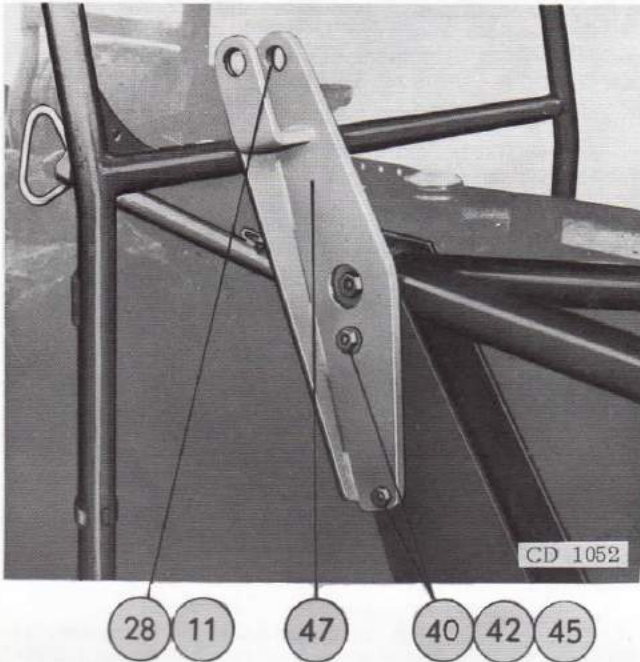

Fig. 33 - Support de fixation de la barre du dispositif parallèle
Boulonner le support de fixation (47) de la barre du dispositif parallèle sur la partie extérieure droite du bâti du chargeur à l'aide des vis (40), rondelles (45) et écrous (42). Noter que le support comporte un évidement prévu pour la bague de portée sur le bâti. Le dispositif est monté à l'aide de broches standard (28) utilisées pour le montage des équipements du chargeur frontal FC 55 (fig. 33).